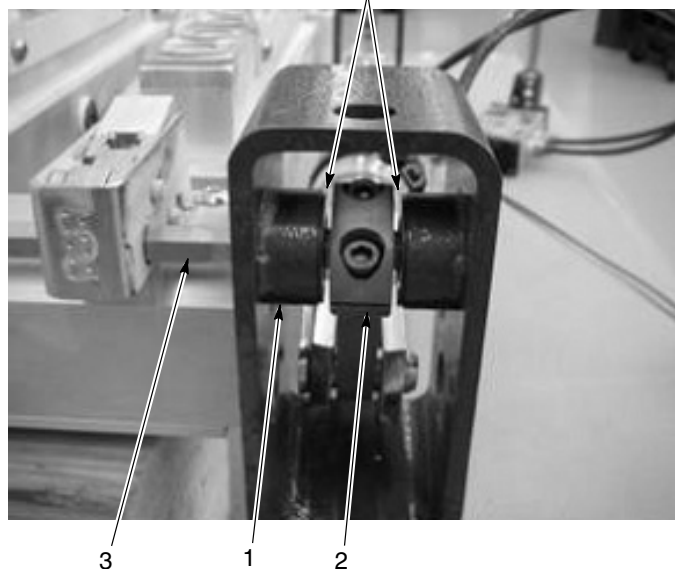

Figura 8-4 Posição da alavanca - passo 4
4. Consulte a figura 8-4. Se todos os fechos tiverem sido retirados da haste hexagonal, empurre ou puxe a haste hexagonal (4) para centrar a alavanca (2) nos apoios (1) da alavanca antes de apertar o parafuso de fixação para fixar o fecho à haste hexagonal.